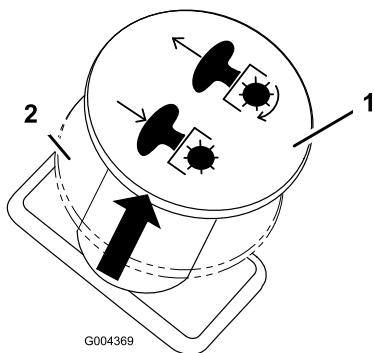

Figura 9
2. Desengate as lâminas movendo o interruptor de controlo da lâmina para Off (Figura 9).